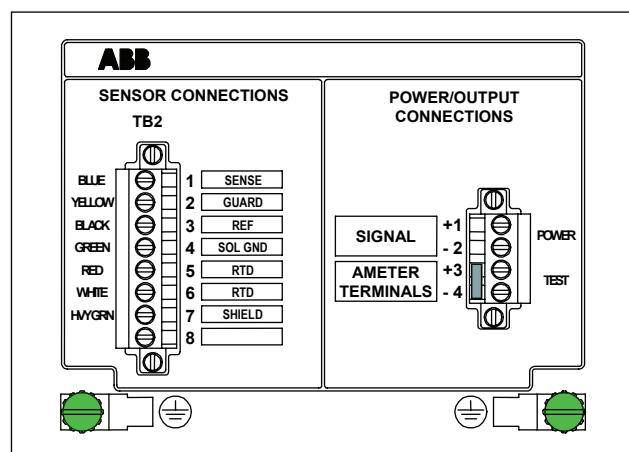

Figure 7 - Connexions électriques
Le transmetteur est alimenté par un tension CC. Reportez-vous aux exigences d'alimentation appropriées de la section Spécifications pour l'utilisation d'un transmetteur TB82 particulier (analogique, HART, PROFIBUS ou Fieldbus Foundation (FF)). L'alimentation est reliée à la zone ALIMENTATION/SORTIE sur TB1, bornes 1 et 2 (voir la **Figure 7**)